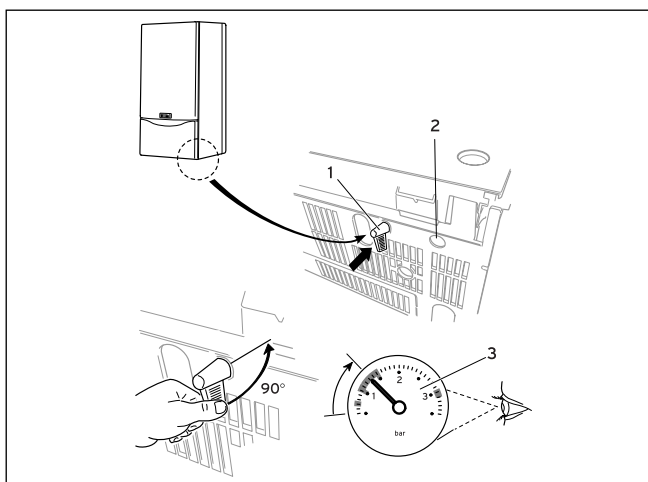

图8.2 采暖系统注水
- 打开注水阀用冷水注满系统，直至压力达到 1.2-1.5bar（见图 8.2）；